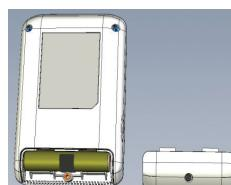
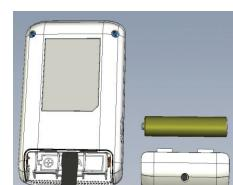

Fig. 1a
Fig. 1b
- Pour installer/remplacer la pile, dévissez et retirez le couvercle du compartiment placé au dos de l'unité (Fig. 1a). Retirez l'ancienne pile à l'aide de la bande en tissus intégrée ; insérez la nouvelle pile en suivant les indications de polarité indiquées à l'intérieur du compartiment (Fig. 1b), remettez le couvercle et revissez-le.